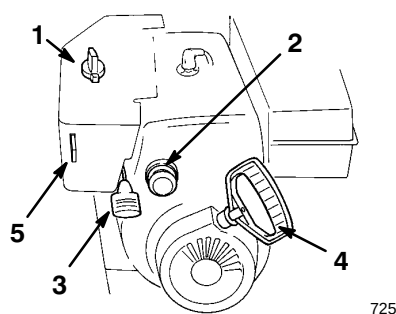

Abbildung 15
- **Zündschalter** (Abb. 15)—Den Schlüssel einstecken, bevor der Motor gestartet wird. Um den Motor zu stoppen, den Schlüssel abziehen.
- **Gasregler** (Abb. 15)—Den Gasregler nach oben bewegen, um die Motordrehzahl zu erhöhen, und nach unten, um die Drehzahl zu verringern.
- **Choke** (Abb. 15)—Zum Anlassen eines kalten Motors den Choke ganz auf Choke-Position drehen. Sobald der Motor warmgelaufen ist, den Choke langsam auf OFF zurückstellen.
- **Kaltstarthilfe** (Abb. 15)—Die Kaltstarthilfe betätigen, um eine geringe Kraftstoffmenge in den Motor zu pumpen, damit er sich bei kaltem Wetter leichter starten lässt.
- **Rücklaufstarter** (Abb. 15)—Am Rücklaufstarter ziehen, um den Motor zu starten.
1. Den Choke-Knopf von der Choke-Stange abziehen (Abb. 15).
1. Den Gasregler (Abb. 15) auf schnelle Position stellen.
3. Den Choke (Abb. 15) ganz auf Choke-Position drehen.
5. Den Zündschlüssel einstecken (Abb. 15).
6. Rücklaufstartergriff (Abb. 15) greifen und langsam herausziehen, bis ein Widerstand zu spüren ist. Dann kräftig ziehen, um den Motor zu starten.
8. Sobald der Motor anspringt, den Choke (Abb. 15) sofort auf 3/4-Position drehen.
2. Den Gasregler auf langsame Position stellen und den Zündschlüssel abziehen (Abb. 15).